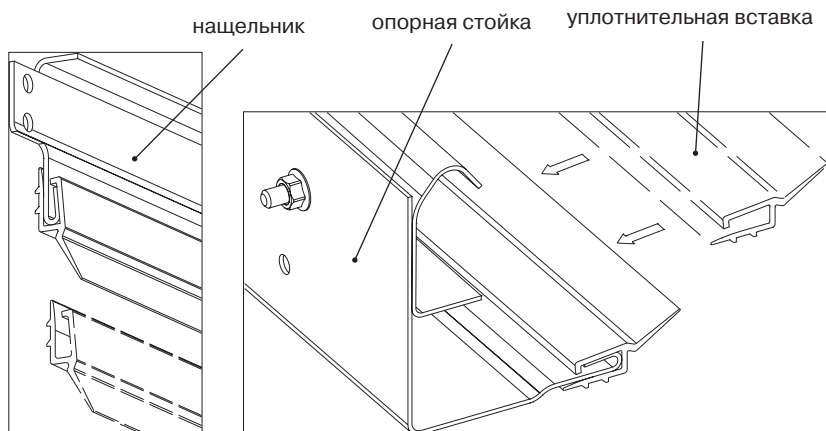

Рис. 7.1. Установка уплотнительной вставки
- Установить в нащельник и опорные стойки уплотнительные вставки, как показано на рис.7.1.